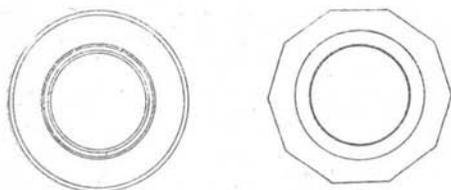

Fig. 5
b) Assiettes rondes, dites « à pain » ou assiettes à pans coupés (fig. 5).